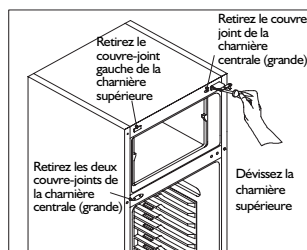

Fig. 5
4. Retirez les deux bouchons de la charnière centrale du côté gauche. Dégagez les deux vis de la charnière supérieure et retirez la charnière. Retirez le bouchon de la charnière supérieure du côté gauche. Retirez le bouchon de la charnière centrale du côté droit (Fig. 5).